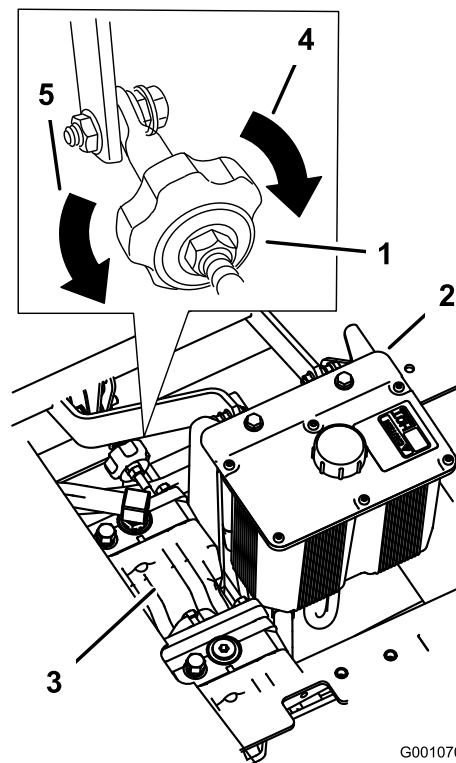

Figure 60
4. Pour que la machine tire à droite, tournez le bouton vers la droite de la machine. Voir Figure 60.
5. Pour que la machine tire à gauche, tournez le bouton vers la gauche de la machine. Voir Figure 60.